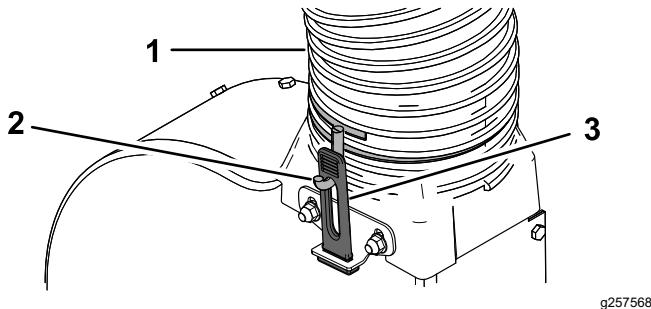

Figura 20
3. Instale la manguera sobre la transición del soplador, de modo que la manguera forme un ángulo de 90 grados desde la tapa. Ajuste la orientación de los ganchos de la abrazadera cuanto sea necesario, de modo que queden alineados con los cierres de goma y fije la manguera estirando los cierres de goma sobre los ganchos (Figura 20).
2. Enrosque la abrazadera en el otro extremo de la nueva manguera con 2 o 3 vueltas (Figura 20).